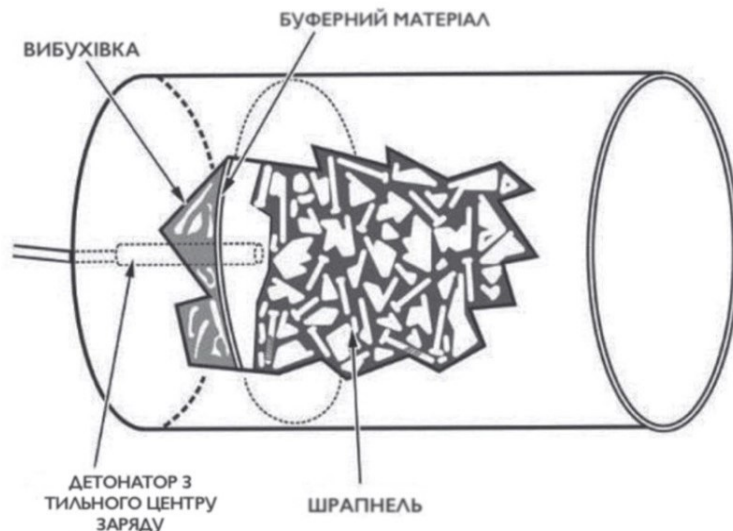

Рисунок 5-4. Протипіхотний вибуховий пристрій направленої дії
- 5-21. Для використання протипіхотної осколкової міни або **протипіхотного вибухового пристрою** направленої дії (див. рисунок 5-4), зробіть отвір в центрі нижньої частини контейнера для вибухової капсулі. Розмістіть вибухівку рівномірно по дну контейнера. Приберіть всі порожнечі та повітряні кишені шляхом пресування С4 використовуючи іскробезпечні інструменти.